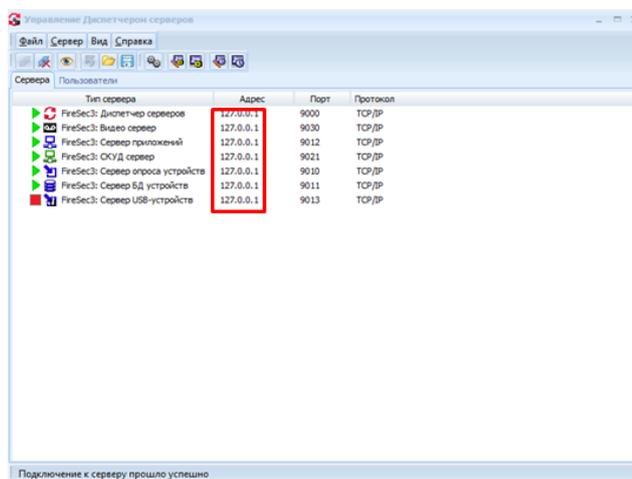

Рисунок 32.1 Окно приложения «Управление Диспетчером серверов»
- На удаленных серверах для версии ПО «FireSec 3», в приложении «Управление Диспетчером серверов», для каждого сервера в списке задать внешний сетевой адрес (Рисунок 32.1). Настройка серверов для удаленного подключения клиентов См. 3.1.